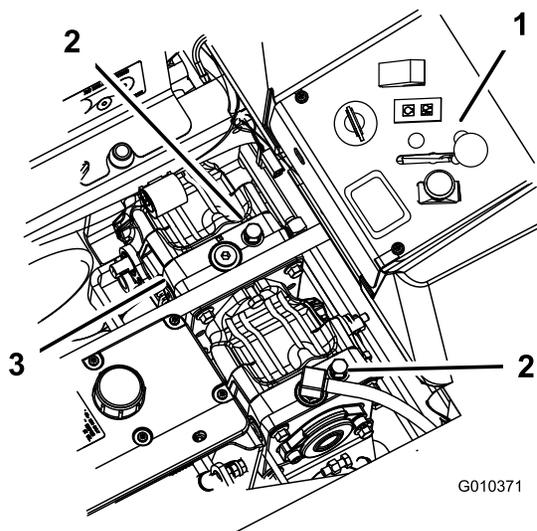

Figura 28
- Gire las válvulas de desvío una vuelta en el sentido contrario a las agujas del reloj para empujar la máquina. Esto permite que el aceite hidráulico se desvíe alrededor de la bomba, dejando que las ruedas giren (Figura 28).
Gire las válvulas de desvío una vuelta en el sentido de las agujas del reloj para conducir la máquina (Figura 28).